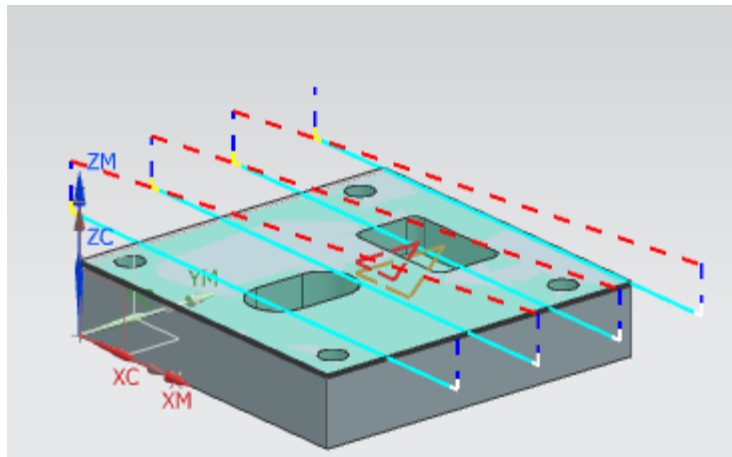

Рисунок 37 Траектория резания
- 10.Нажмите кнопку «Генерировать»  в нижней части окна (рисунок 37)